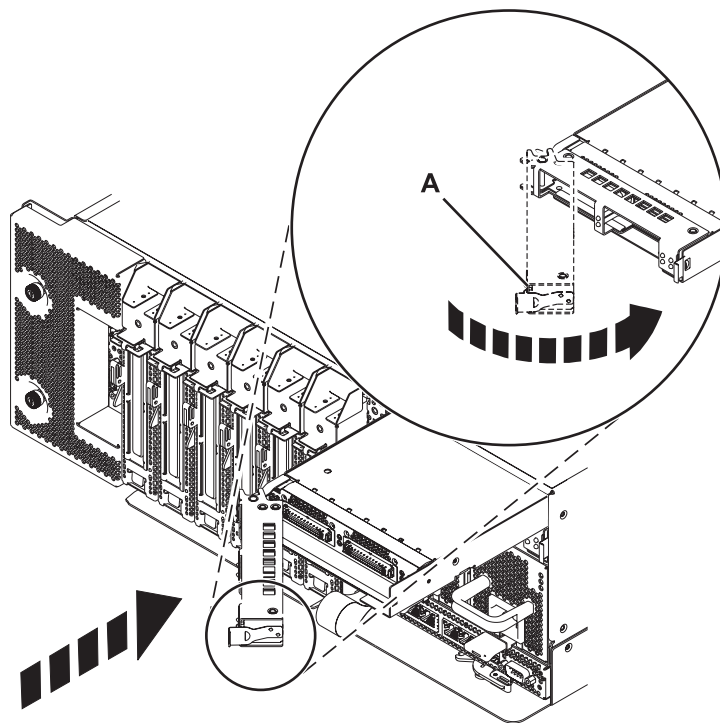

Figure 2. Installation d'un adaptateur GX sur le système
12. Faites pivoter le capot de l'adaptateur dans le sens indiqué dans figure 2, à la page 7 et poussez-le vers la carte jusqu'à ce que la languette de verrouillage (A) s'enclenche dans son emplacement.